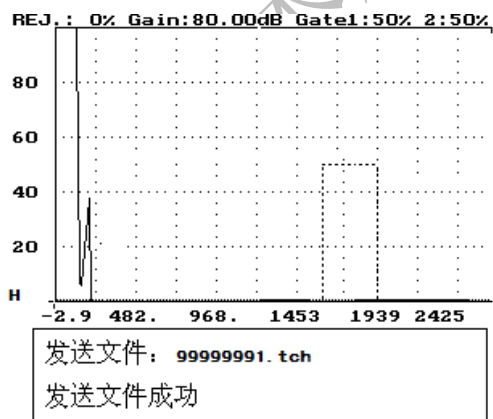

图 27-3
- 1 2、 A、①、按方向键——可移动“□”光标对所列出的文件名进行选择。
- ②、按小数点键——在选择好要发送的文件名编号前作上“*”光标（重复按小数点键，可取消“*”光标）。
- 如果要发送多个文件，需重复上述第①-②步骤操作。
- ③、a、按进入键或退出键——发送所选择的文件，此时屏幕上显示：“发送文件：X.Y”（其中 X 为数字 0-99999999Y 为文件名后缀 pro、dat 或 tch）。如果发送文件成功，则在屏幕上显示出：“发送文件：X.Y 发送文件成功”，如图 27-3 所示。同时探伤仪 A 的屏幕上将显示：“接收文件成功”并进入等待状态，等待探伤仪 B 发送下一个文件。
- 如果选择了多个文件名，仪器自动重复第③步操作，将所选择的文件发送出去。
- ③、a、按进入键或退出键——发送所选择的文件，此时屏幕上显示：“发送文件：X.Y”（其中 X 为数字 0-99999999Y 为文件名后缀 pro、dat 或 tch）。如果发送文件成功，则在屏幕上显示出：“发送文件：X.Y 发送文件成功”，如图 27-3 所示。同时探伤仪 A 的屏幕上将
显示出：“发送文件：X.Y 发送文件成功”，如图 27-3 所示。同时探伤仪的屏幕上将显示：“接收文件成功”并进入等待状态，等待计算机发送下一个文件。